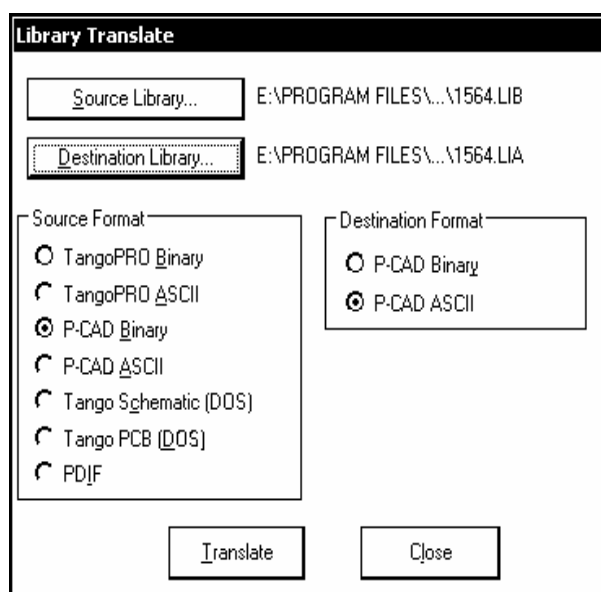

Рис. 3.19
1. Активизировать команду главного меню Library>>Transla-te. Открывается одноименное диалоговое окно (рис. 3.19).